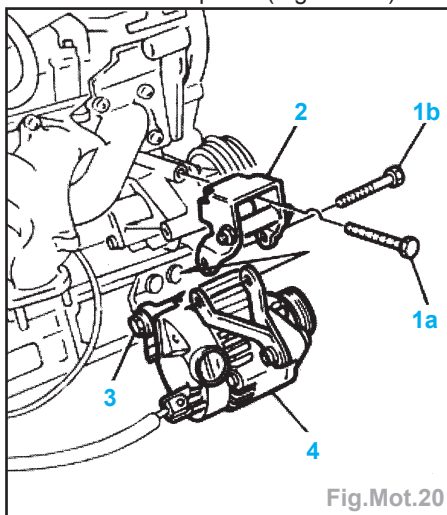

Fig.Mot.20
- les vis (1a) et (1b) de l'étrier (2) au bloc moteur et le déposer (Fig.Mot.20).